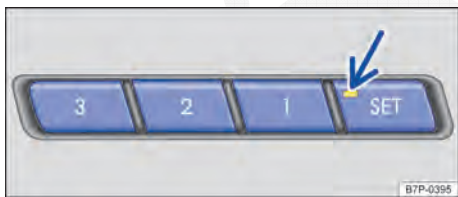

Fig. 77 Na região superior do revestimento da porta do condutor e do passageiro dianteiro: botões de memória dos ajustes do banco.
- Pressionar o botão **SET** ⇒ Fig. 77 até que o LED se acenda (seta).
- Dentro de aproximadamente 10 segundos, pressionar o botão da memória **1**, **2** ou **3** ⇒ Fig. 77. O LED se apaga em um sinal de gongo confirma a gravação.
- Pressionar o botão **SET** ⇒ Fig. 77, até que o LED se acenda (seta).
- Pressionar o botão da memória desejado (1), (2) ou (3) ⇒ Fig. 77 *brevemente* na porta do condutor.
- Pressionar novamente o botão (SET) ⇒ Fig. 77 dentro de aproximadamente 10 segundos.
- Ajustar novamente a posição do banco dentro de aproximadamente 10 segundos após o acionamento do botão (SET) ⇒ Fig. 77.
- Com a porta do condutor *aberta* e a ignição *desligada*, as posições armazenadas podem ser acessadas e automaticamente ativadas. Para isso, tocar o botão da memória desejado (1), (2) ou (3) ⇒ Fig. 77 *brevemente* na respectiva porta do veículo. Após aproximadamente 10 minutos, as posições armazenadas *não* podem mais ser ativadas automaticamente.
- Manter o botão da memória desejado (1), (2) ou (3) ⇒ Fig. 77 pressionado e, se necessário, esperar, até que a posição armazenada seja alcançada.
- Em seguida, dentro de aproximadamente 3 segundos, acionar também o botão de destravamento (4) da chave do veículo. Um sinal de gongo confirma a ativação.
- Manter o botão (SET) ⇒ Fig. 77 pressionado.
- Dentro de aproximadamente 10 segundos, acionar também o botão de destravamento (4) da chave do veículo. Um sinal de gongo confirma a desativação.